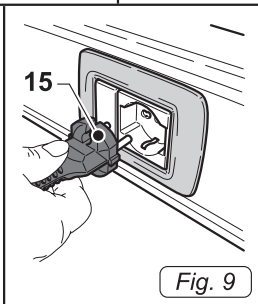

Fig. 9
- Introducir el enchufe (15 Fig. 9) en la toma de corriente.
- Desconectar el enchufe (15 Fig. 9) de la toma de corriente.